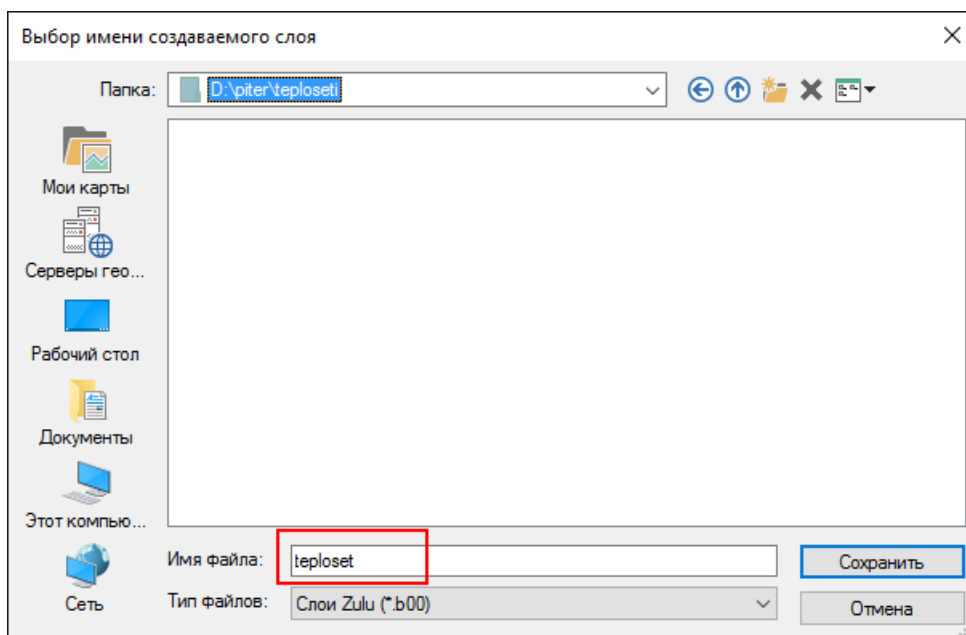

Рисунок 3.8. Окно создания файла тепловой сети
4. В строке Имя файла ввести имя файла латинскими символами (например **teploset**) и нажать кнопку Сохранить (смотрите Рисунок 3.8, «Окно создания файла тепловой сети»). Если будет выбрано имя файла уже существующего слоя, то в результате создания нового слоя существующий слой будет **уничтожен**, и вместо него создастся новый.
После создания слоя в папке тепловой сети сформировались файлы графической и семантической базы данных, созданные с именем заданным в окне Имя слоя (Рисунок 3.8, «Окно создания файла тепловой сети»), например, teploset. Имена таблиц и описателей баз данных образованы из имени слоя (teploset) и, например, названия объекта сети (istok), к которому они относятся (например, teploset_istok).